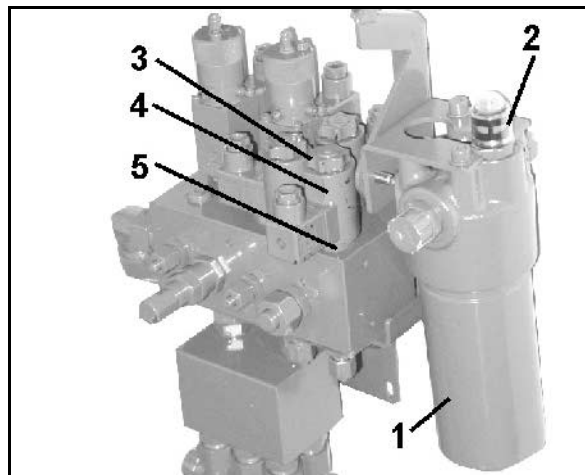

Fig. 78
Föraren kan kontrollera funktionen för hydrauloljefiltret (Fig. 78/1) på styrblocket.
Indikering i kontrollfönster (Fig. 78/2):
1. Skruva av magnethatten (Fig. 78/3)
2. Ta bort magnetspolen (Fig. 78/4)
3. Dra ut ventilsleden (Fig. 78/5) med ventilsäte och gör rent med tryckluft eller hydraulolja.